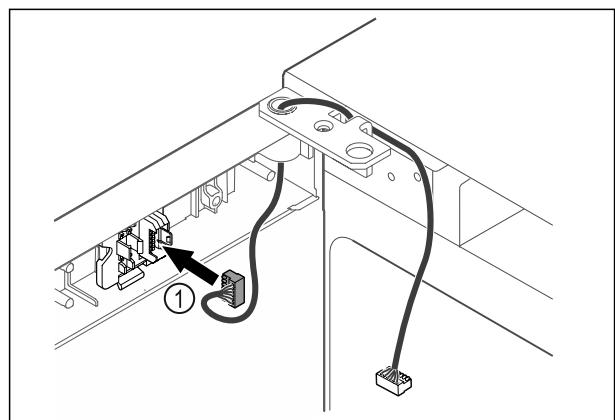

Fig. 48
- ▶ Τοποθετήστε το φίς Fig. 48 (1) στο στήριγμα του φίς.